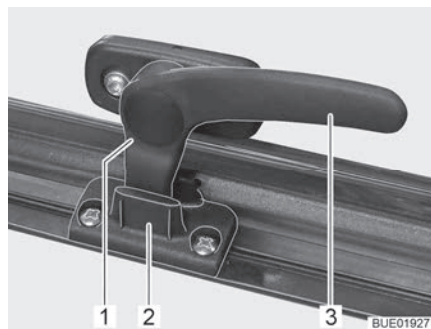

Bild 23 Verriegelungshebel in Stellung "Dauerbelüftung"
- in Stellung "Dauerbelüftung" (Bild 23)
- Den Verriegelungshebel (Bild 23,3) eine viertel Umdrehung zur Fenstermitte hin drehen.
- Den Verriegelungshebel eine viertel Umdrehung zum Fensterrahmen hin drehen. Die Verriegelungsnase (Bild 23,1) dabei in die Aussparung der Fensterverriegelung (Bild 23,2) einfahren.